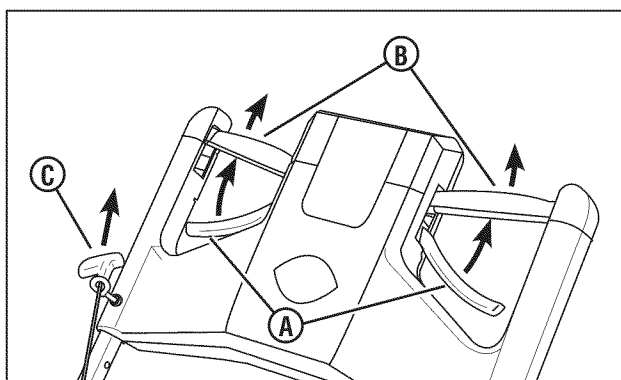

Figura 6: Arranque del cortacésped
1. Apriete el control de la cuchilla (**A, Figura 6**) contra el control de transmisión (**B**).